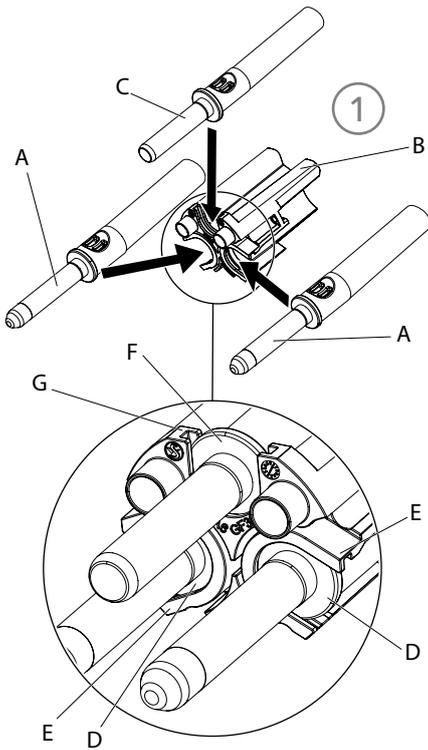

Abb. 43:
1. Hauptkontakte (A) mit angecrimpten Kabeln seitlich in die Kontaktthaltung (B) einschieben. Der Bund (D) der Kontakte muss in die entsprechende Führung (E) (**Abb. 43**).
2. PE-Kontakt (C) oben in die Kontaktthaltung (B) einschieben. Der Bund (F) des Kontakts muss in die entsprechende Führung (G) (**Abb. 43**).